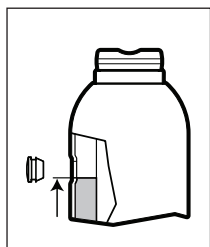
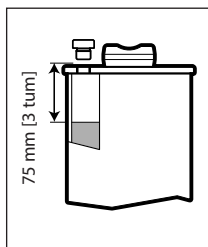

Fig. 5 - Oljenivå,
Fig. 6 - Oljenivå,
- Alla modeller utom GBJ100: Fyll tills oljenivån är ungefär jämsn med nedre kanten av oljepåfyllningshålet. Se fig. 5.
- Endast modell GBJ100: Fyll tills oljenivån är ungefär 75 mm [3 tum] under oljepåfyllningshålet. Se fig. 6.
⚠ CAUTION Fyll INTE PÅ FÖR MYCKET! Med kolven helt tillbakadragen och domkraften i upprätt läge ska oljenivån inte vara högre än vad som visas i Fig. 5 eller Fig. 6 (beroende på domkraftmodellen).